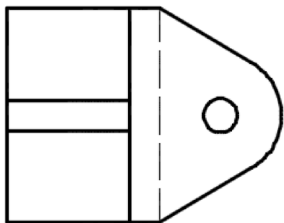

图 13-16 编辑图形后的效果
11) 单击“修剪”按钮  修剪图形，并单击“删除”按钮  删除一条不再需要的线段，完成该步骤后得到的图形效果如图 13-16 所示。